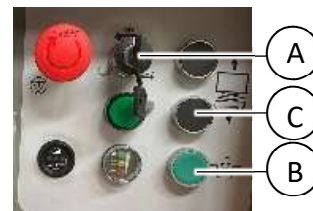

Abb. 5
2. Benachrichtigen Sie den Bediener am Korb, dass ein Notabstiegsmanöver durchgeführt wird und dass er die Tasten nicht betätigen darf. Drehen Sie den Schlüsselschalter (A Abb. 5) im Uhrzeigersinn, um die Bedienelemente in der Basis zu aktivieren.
3. Drücken Sie die Tippsteuerung (B Abb. 5) und gleichzeitig die Abwärtstaste des Korbs (C Abb. 5).
4. Schalten Sie die Maschine aus, indem Sie den Schlüsselschalter (A Abb. 5) gegen den Uhrzeigersinn auf OFF drehen.